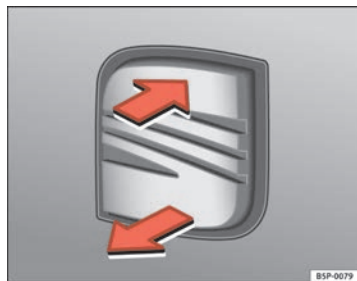

Fig. 74 Maletero: apertura desde fuera
- Tire de la maneta ⇒ fig. 74 y levante el portón trasero al mismo tiempo.